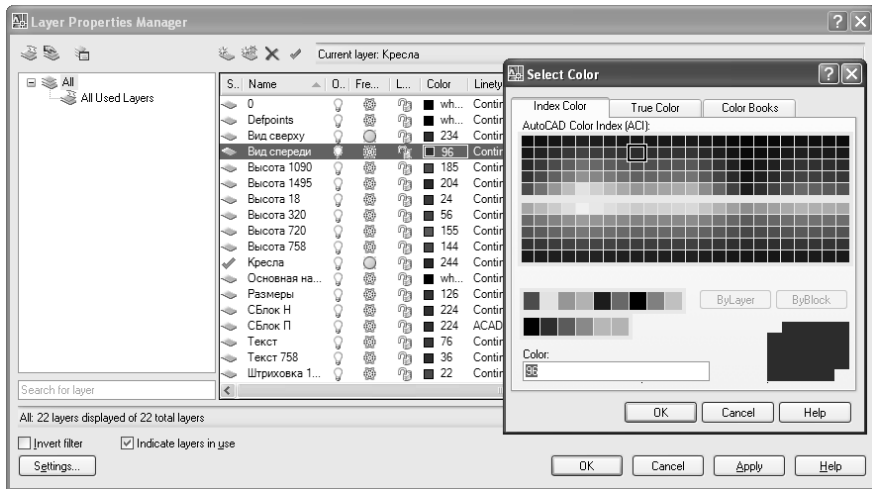

Рис. 4.17. Диалоговое окно **Select Color** с выбранным индексным цветом **Color 96** (Цвет 96), который назначен слою «Вид спереди»
2. В открывшемся диалоговом окне **Layer Properties Manager** щелкните по пиктограмме цвета, расположенной в строке свойств того слоя, цвет которого вы желаете изменить. AutoCAD откроет диалоговое окно **Select Color** (Выбор цвета), показанное на рис. 4.17 (см. главу 1), а затем щелкните по кнопке **ОК**.